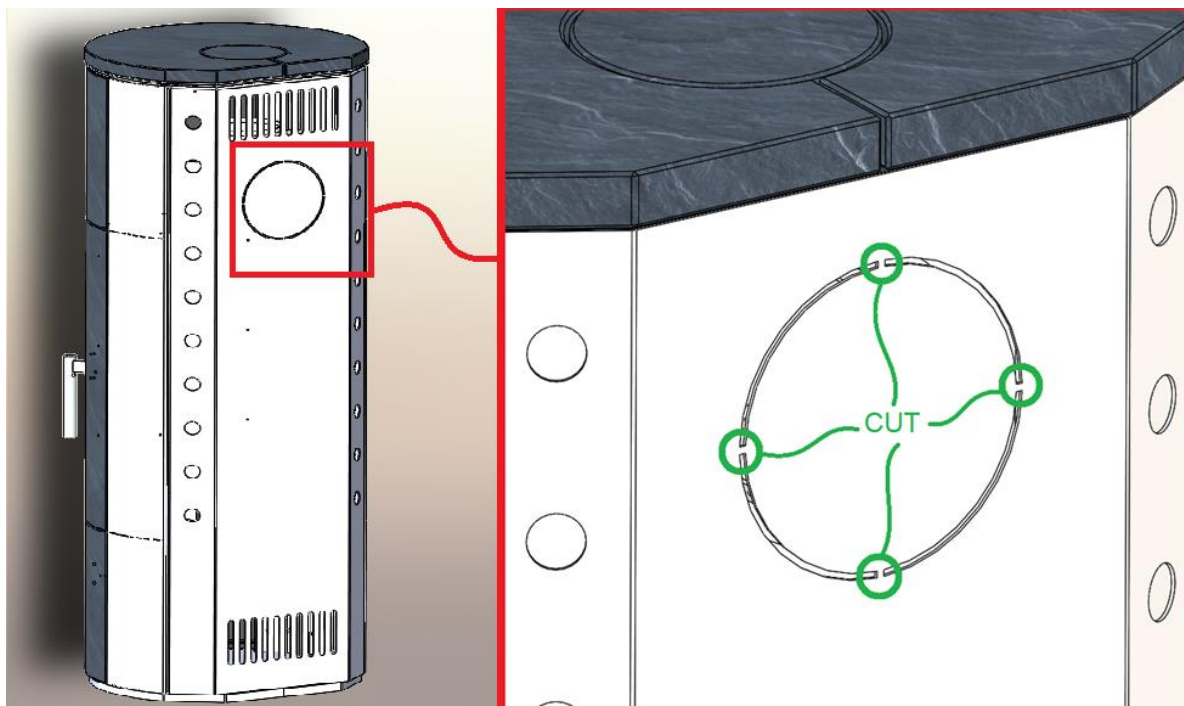

Figure 1 Sectionnement des micro-connexions au dos
2. Figure 1 Sectionnement des micro-connexions au dos	Page 5
Lors de l'installation de l'appareil, toutes les réglementations locales, y compris les normes nationales et européennes, doivent être respectées. Nous recommandons de consulter un ramoneur agréé. Les cheminées sont livrées sur palettes de transport, prêtes pour un raccordement par le haut. Si le raccordement se fait par l'arrière, la sortie de fumée doit être orientée vers l'arrière et le chapeau de cheminée placé en position haute (figures 1, 2 et 3).